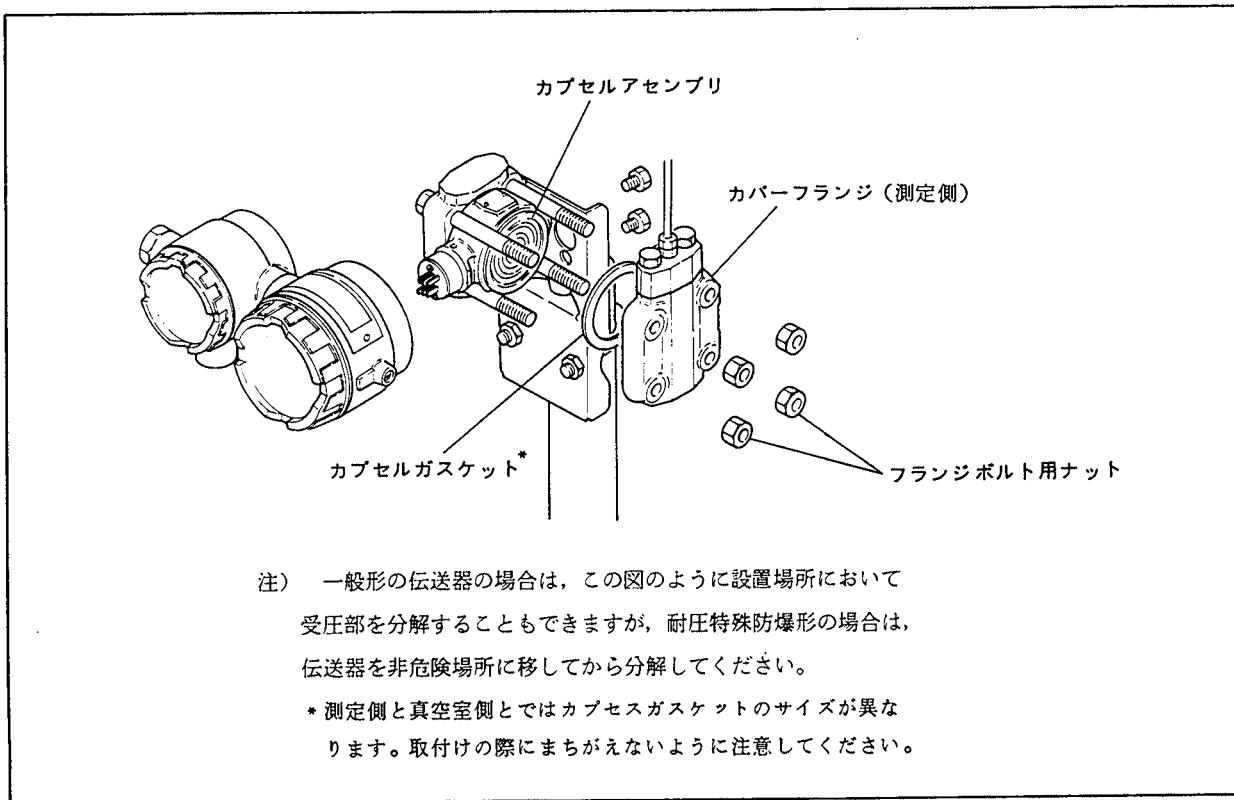

図 6.7 受圧部の分解図
- (8) 4個のフランジボルト用ナットを取りはずします（図 6.7 参照）。フランジボルトははずさないでください。
- (9) カプセルアセンブリを手で保持しながら、測定側のカバーフランジを取りはずします。
- (10) カプセルアセンブリを取りはずします。
- (11) カプセルアセンブリを清掃する場合には以下の点に注意してください。
- (12) 組立てる場合は、カプセルアセンブリの位置関係